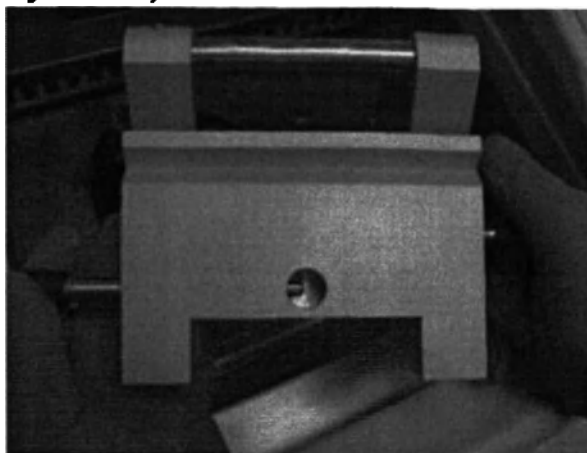

Рисунок 9.12
1. Потяните за рычаг для снятия держателя лезвий так, чтобы его вал вышел (из корпуса держателя лезвий) примерно на 3,8 см, или чтобы его не было видно в отверстии внизу держателя лезвий (Рисунок 9.12).